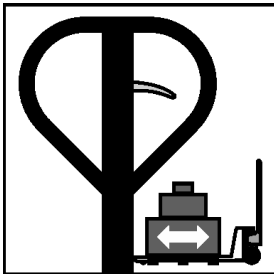

Fig. 8 – Transportar la carga
h. Posicione la palanca en el centro para transportar la carga (fig. 8).